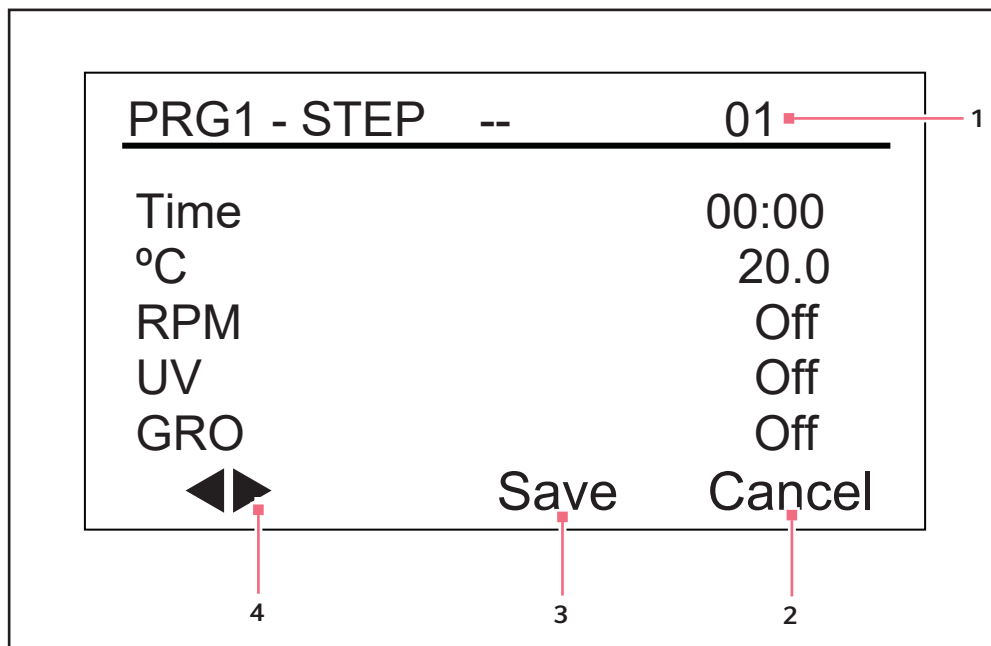

Abb. 9-11: Programm 1, Schritt 1
2. Drehen Sie den Knopf, bis in dem Feld *New* erscheint. Drücken Sie den Knopf, um diesen Modus zu wählen. Es öffnet sich der Bildschirm für Programm 1 - Schritt 1 ("PRG1 - STEP -- 01") (siehe Abb. 9-11 auf S. 62):
5. Drehen Sie den Knopf, bis die Temperatureinstellung (°C) markiert ist (in dem Beispiel-Bildschirm oben 20.0 (siehe Abb. 9-11 auf S. 62)). Drücken Sie anschließend den Knopf. Das Feld beginnt zu blinken.